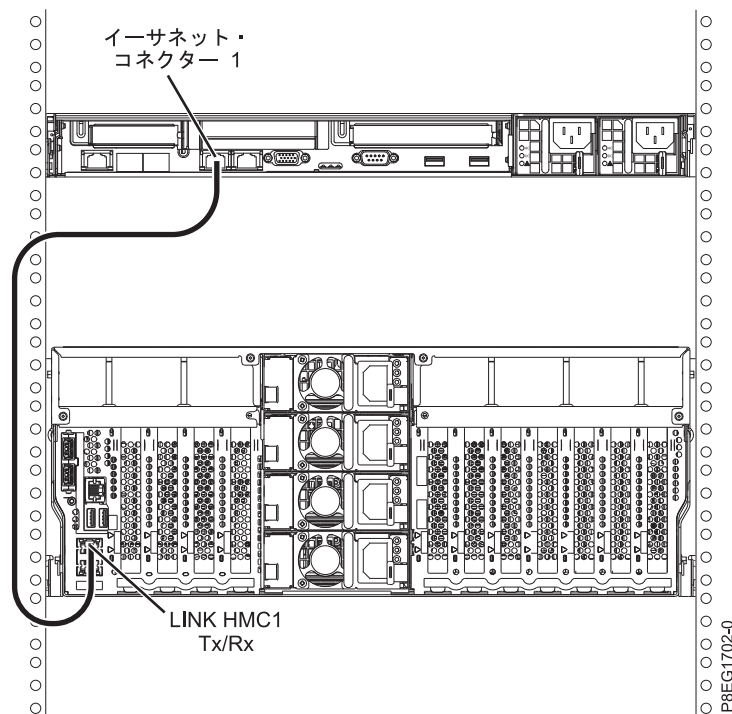

図 12. 管理対象システムへの HMC の取り付け
1. HMC を管理対象システムに直接接続する場合は、HMC の イーサネット・コネクタ 1 を管理対象システムの **HMC1** ポートに接続します。図 12を参照してください。